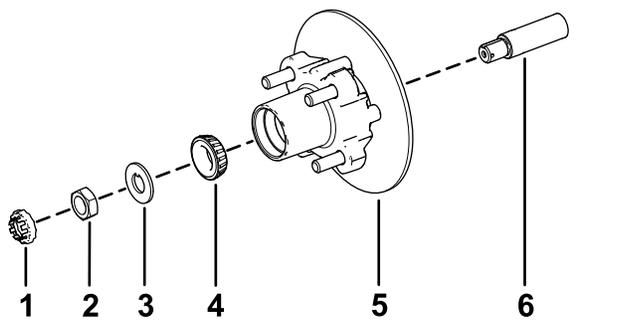

Рисунок 33
- Нанесите тонкий слой консистентной смазки указанного типа на ось (Рисунок 33).
- Установите ступицу и тормозной диск на ось так, чтобы тормозной диск был внутри (Рисунок 33).
- Установите наружный подшипник на ось и в наружное кольцо (Рисунок 33).
- Установите стопорную шайбу на ось (Рисунок 33).
- Наверните гайку шпинделя на шпиндель и затяните гайку с моментом 15 Н·м, поворачивая ступицу так, чтобы подшипник был посажен на место (Рисунок 33).
- Совместите тормозные колодки с обеих сторон тормозного диска (Рисунок 29) с отверстиями в кронштейне суппорта и отверстиями в креплении тормоза на цапфе (Рисунок 33).